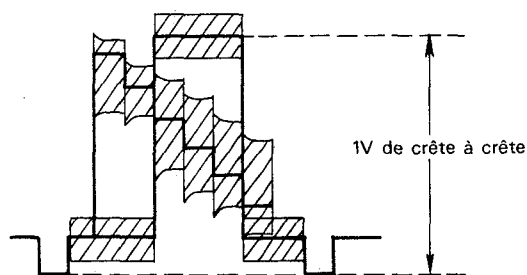

Figure 2-6.
3. Régler R209 (contrôle du niveau de lecture) de sorte que la forme d'onde observée soit comme indiqué dans la Figure 2-6.